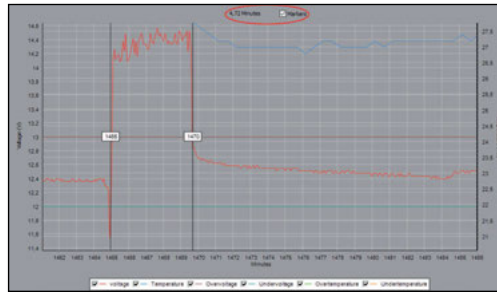

Figura 18: Marcadores
Paso 8. El usuario puede averiguar con las líneas de marca que están a la izquierda y la derecha del gráfico cuánto tiempo ha durado cierto tiempo. Los marcadores se activan cuando el usuario marque los marcadores en la parte superior del gráfico. Si los marcadores ya no hacen falta, el usuario los puede desactivar quitando la marca. Al arrastrar los marcadores, se indicará por encima del gráfico (Figura 18) la duración del periodo entre estos dos marcadores. La unidad de tiempo depende de la unidad elegida en el panel correspondiente (Figura 6).